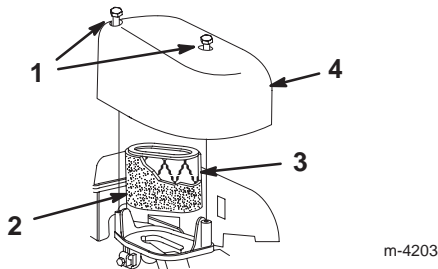

Figure 14
3. Retirez les vis de fixation du couvercle du filtre à air (Fig. 14).
4. Déposez le couvercle et nettoyez-le soigneusement (Fig. 14).
6. Nettoyez-le à l'eau avec un détergent doux, puis séchez-le en le serrant légèrement dans un chiffon (Fig. 14).
7. Enlevez et jetez l'élément filtrant en papier (Fig. 14).
8. Insérez l'élément en papier neuf dans le préfiltre en mousse (Fig. 14).
9. Posez le filtre à air neuf (Fig. 14)
10. Posez et fixez le couvercle en place (Fig. 14).